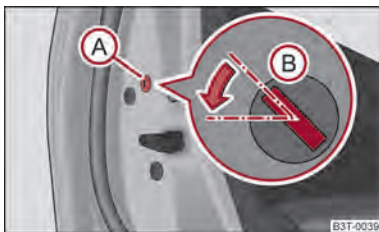

Abb. 16 Hintere Tür: Notverriegelung der Tür
- Bauen Sie die Blende (A) ab ⇒ Abb. 16.
- Führen Sie den Schlüssel in den Schlitz (B) ein und drehen Sie ihn in Pfeilrichtung in die waagerechte Stellung (bei den rechten Türen spiegelverkehrt).